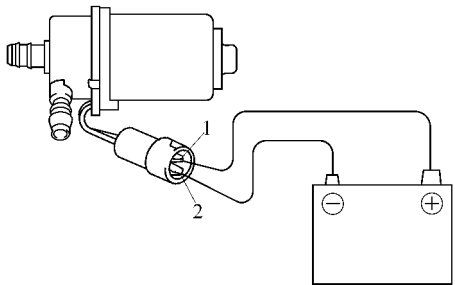

图 18-94 将负极导线连接到端子 2 上
(3) 检查前照灯清洁器电动机。将正极 (+) 导线从蓄电池连接到端子 1，并将负极 (-) 导线连接到端子 2，如图 18-94 所示。这时电动机应正常运转。